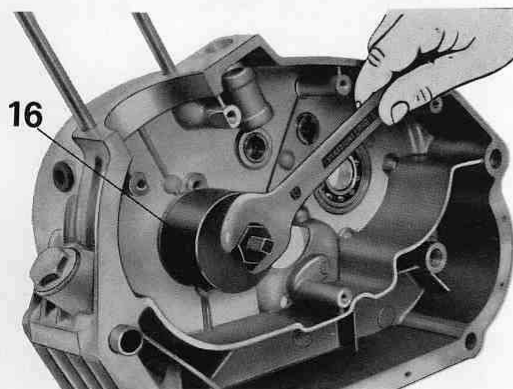

Fig. 22
- albero motore dopo aver svitato le viti con rosetta di tenuta, adoperando apposito estrattore n. 55908325 (16 di fig. 22);